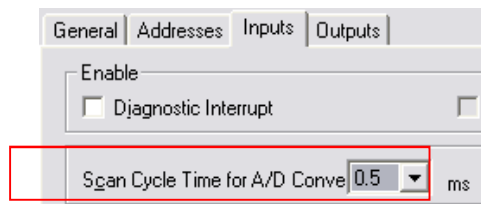
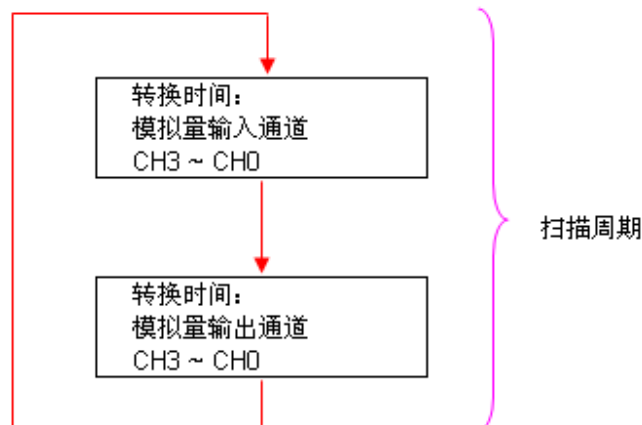

图 1 自由周期模式的组态
图 2 自由周期模式的扫描周期
- 自由周期模式：在硬件组态中组态为 0.5ms 的扫描周期时间时（如图 1），模块以自由周期模式运行。在自由周期模式下，SM335 所有的模拟量 I/O 通道被不间断地连续处理，当完成对所有通道的处理后，模块将立即启动下一个处理周期。自由周期模式的运行原理如图 2 所示，SM335 模块默认工作在自由周期模式下。